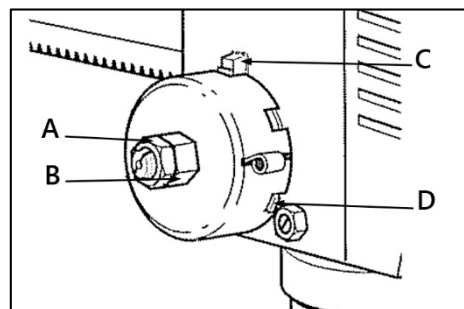

Рисунок 13.
Поместите отвертку в нижний передний паз корпуса пружины (D) (рис. 13) и удерживайте в таком положении во время откручивания и снятия внешней гайки А.